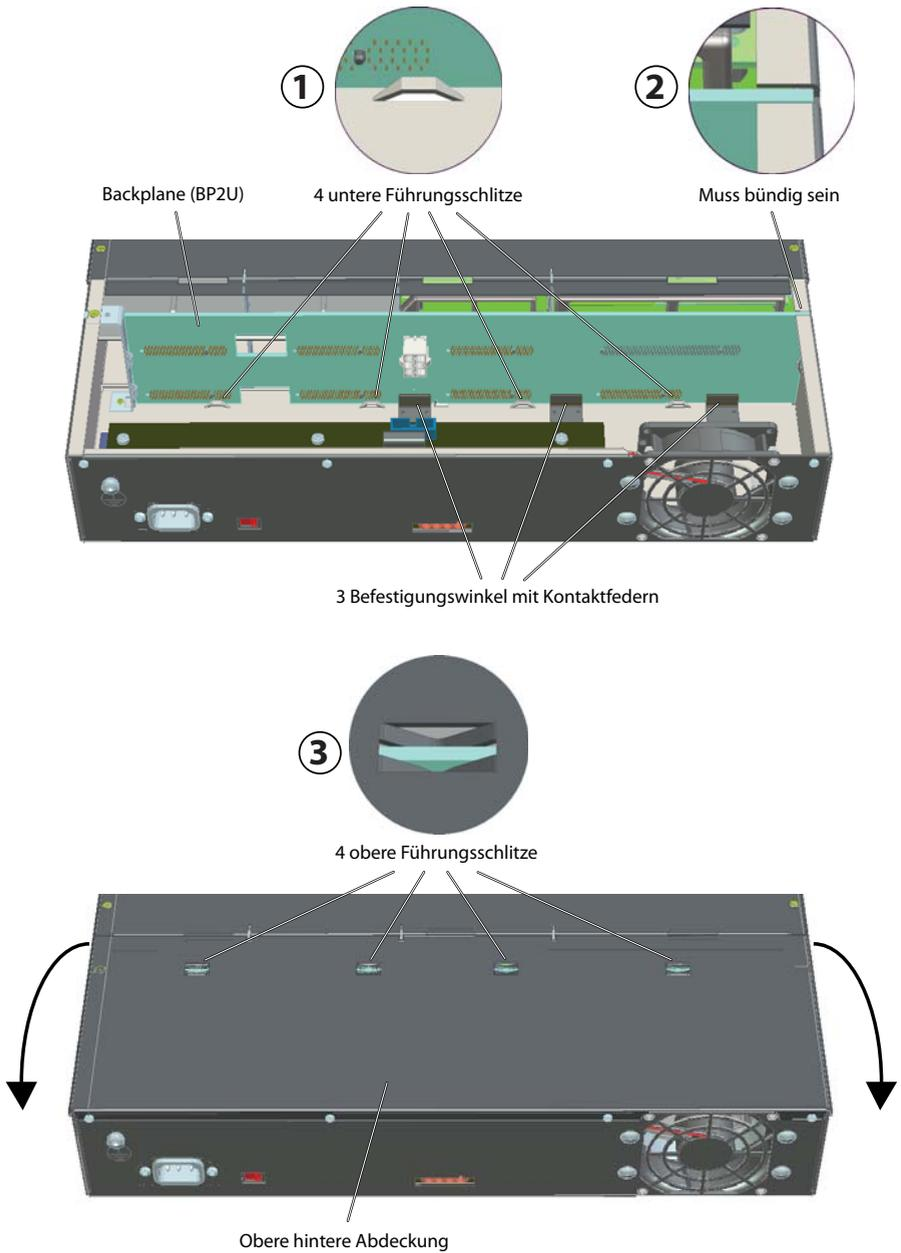

Fig. 20 Korrekter Sitz der Backplane BP2U
6. Montieren Sie die obere, hintere Gehäuseabdeckung. Beachten Sie dabei unbedingt die Hinweise zum korrekten Sitz der Backplane BP2U auf Seite 96 und die dazugehörige Grafik (Fig. 20).
- Kontrollieren Sie den richtigen Sitz der Backplane in den 4 unteren Führungsschlitzen. Allenfalls müssen Sie die Backplane leicht nach hinten drücken, da die Kontaktfedern hinter den Befestigungswinkeln einen gewissen Gegendruck erzeugen (siehe ① in Fig. 20).
- Kontrollieren Sie, ob die Backplane nicht über die Gehäuseoberseite herausragt (siehe ② in Fig. 20).
- Achten Sie beim Schliessen der oberen hinteren Abdeckung, dass die Backplane korrekt in den 4 oberen Führungsschlitzen sitzt. Die Abdeckung sollte sich ohne Kraftaufwand schliessen lassen und sich dabei nicht verbiegen (siehe ③ in Fig. 20).